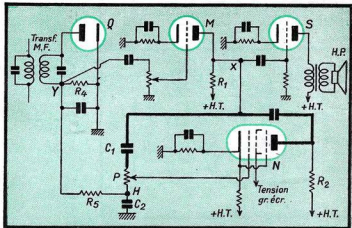

Fig. 6. — Réglage silencieux avec lampe à contre-réaction.
Le dispositif de réglage silencieux utilisant une lampe à contre-réaction (fig. 6) que nous décrivons ici, n'échappe pas au reproche que nous venons de formuler. Dans la partie supérieure du dessin, on reconnaît le schéma classique de la partie détection (Q) et B.F. (M et S) d'un superhétérodyne normal. La tension détectée qui apparaît au point Y est, à travers un circuit passe-bas R0C1 à constante de temps convenablement définie appliquée à la grille de la lampe de contre-réaction N.
Le lecteur R.C.A.-Photophone est représenté à la figure 6. C'est aussi un lecteur à image de fente. On remarquera que le film s'enroule sur un tambour, et que la cellule, pour des raisons de construction, ne se trouve pas sur l'axe du rayon lumineux. La déviation de celui-ci est assurée par un système optique spécial placé à l'intérieur du tambour. Il est constitué par l'assemblage d'une lentille plan-convexe et d'un prisme ; ce dernier peut être réglé en direction, afin de faire varier l'incidence du rayon lumineux.